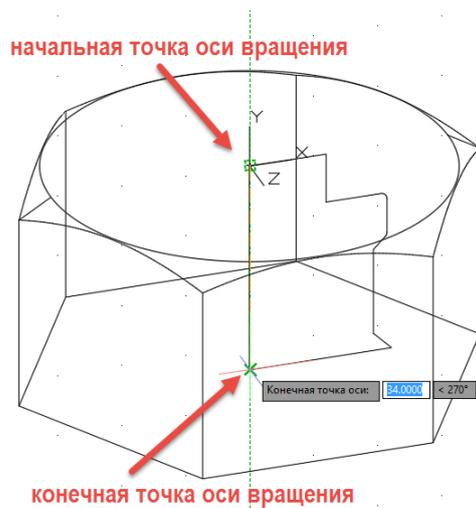

Рис. 3.7. Задание оси вращения контура
*Начальная точка оси вращения или:* используя объектную привязку **Конечная точка**  **Конточка**, щелкните левой кнопкой мыши на верхнюю точку 1 оси вращения (рис. 3.7).